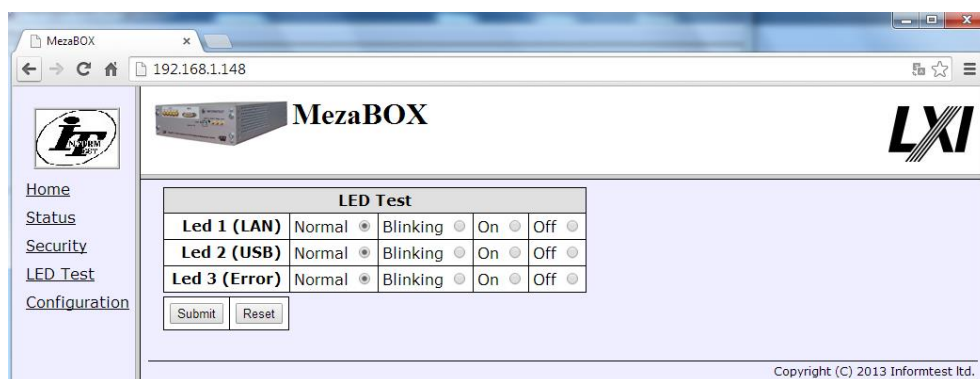

Рисунок 16
4) **LED Test** – Назначение режима работы индикаторов (четыре режима: (горит, моргает, выключен, стандартный) (рисунок 16).